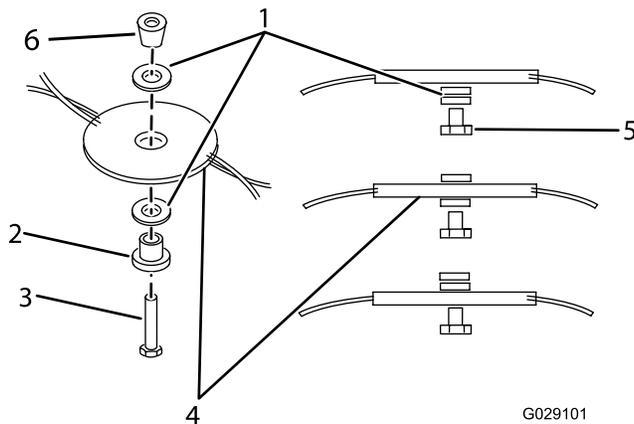

図 13
5. スペーサの位置を変えて、希望の刈高にし、刈り込みディスクを取り付ける **図 13**。